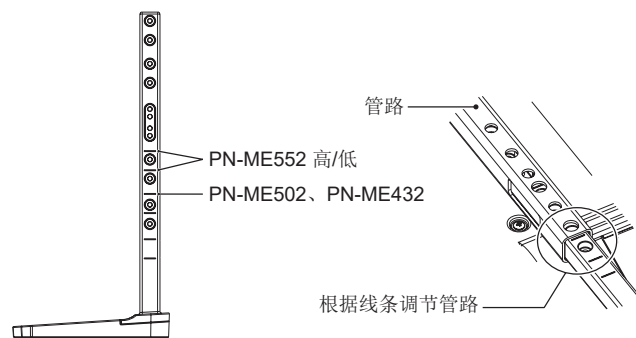

图 1
1. 立柱上的线条是高度调节指示（图 1）。请根据线条调节管路。